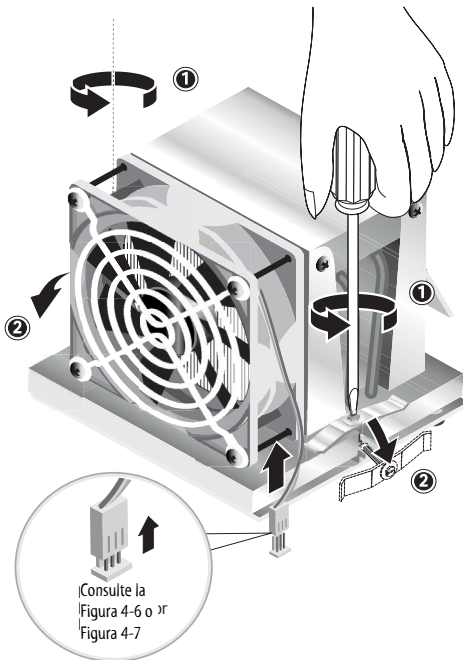

FIGURA 4-8 Liberación de los clips de retención de la unidad de disipador/ventilador
5. Afloje los dos tornillos que sostienen la unidad de disipador/ventilador a la placa madre (véase (1) en la FIGURA 4-8), luego gire los clips de retención hacia afuera (2).